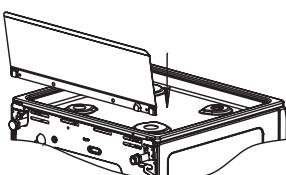

рис. 1
■ Плита, комплектуются щитком, который закрепляется перед установкой плиты (рис.1).